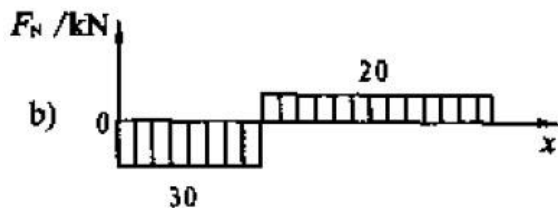

图 2-25
(2) 计算B截面的水平位移 B截面水平位移即B点的水平位移。由图2-25可知，杆件各段的轴力及截面分段为常数，故可由公式  $\Delta L = \Delta L_1 + \Delta L_2 + \Delta L_3$  得  $\Delta L = 0.024\text{mm}$